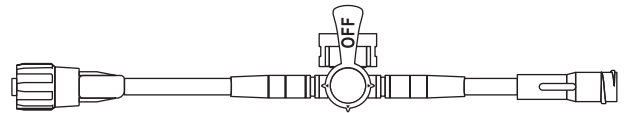

図20 圧モニタリングポジション
注意：トランスデューサのゼロバランス調整と校正を行う前に活栓付きプラネクタの場合はハンドルを圧モニタリングポジションにします（図20）。
注意：活栓付きプラネクタのハンドルを圧モニタリングポジション（図20）にしない場合、圧力信号のダイナミックレスポンスに悪影響を及ぼします。
- (5) 活栓付きプラネクタの場合はハンドルを圧モニタリングポジションに戻します（図20）。
- (6) 医療機関の手順に従い、プラネクタサンプリングサイトをアルコールを含む消毒液で拭き、血液を完全に除去します。